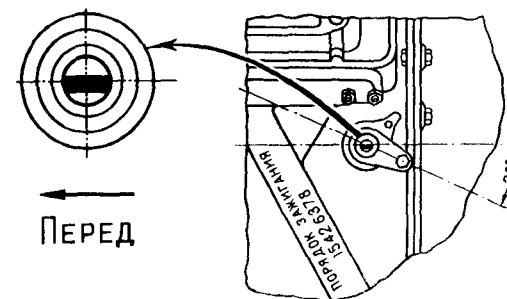

Рис. 11.3. Установка привода датчика-распределителя
2. Вставить привод датчика-распределителя в отверстие блока так, чтобы прорезь в валике привода была направлена вдоль оси двигателя и смещена влево, считая по ходу автомобиля (рис. 11.3).
3. Закрепить корпус привода держателем и гайкой так, чтобы кронштейн с резьбовым отверстием, имеющийся на корпусе привода, был направлен назад (считая по ходу автомобиля) и повернут примерно на 23° влево от продольной оси двигателя, как указано на рис. 11.3.